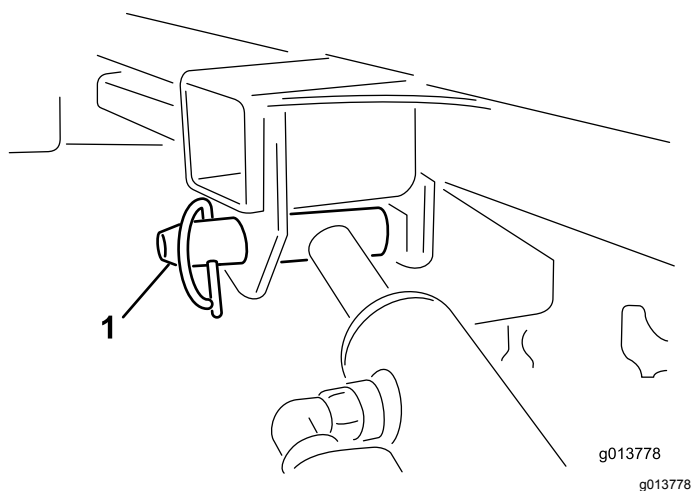

图51
11. 用一只手抓住提升油缸。用另一只手拆下提升油缸的锁定销图51。